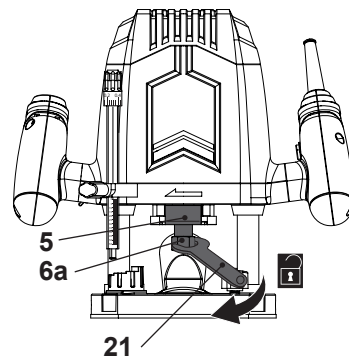

Fig. 3
- > Aperte a alavanca de fixação da profundidade (16).
- > Pressione o bloqueio do veio (5) e mantenha-o nesta posição enquanto desaperta a porca de fixação (6a) com a chave (21) (Fig. 3).